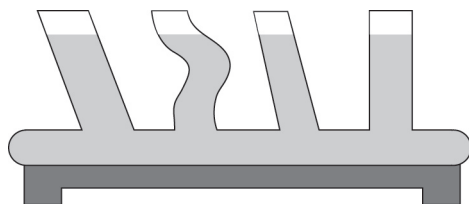

Figura 3.2: Presión hidrostática observada en vasos comunicantes
1. Vierta agua en cualquiera de los vasos hasta que suba el nivel a un poco más de la mitad de su altura, tal como se muestra en la figura 3.2.